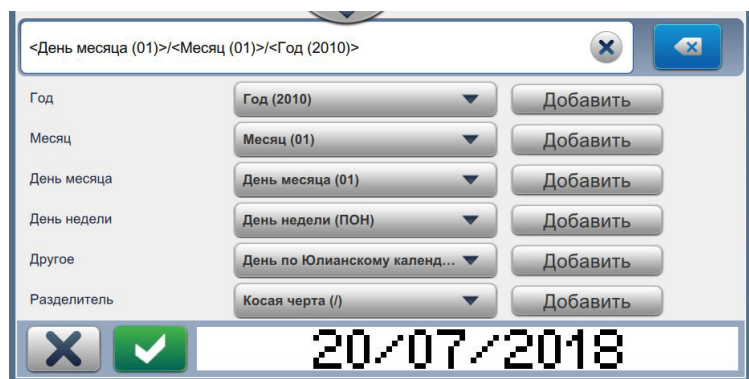
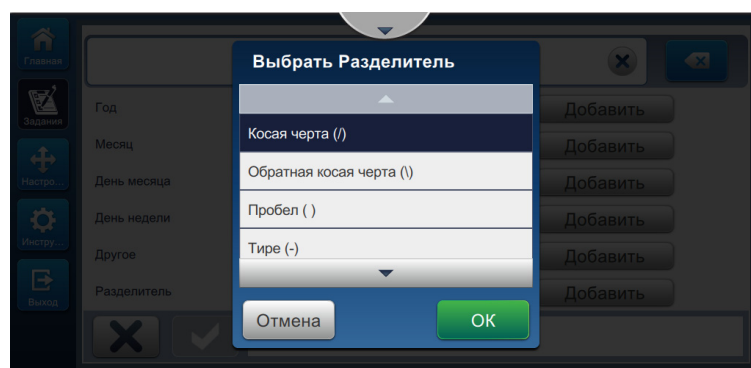

Рис. 5-10: Экран настройки даты
Рис. 5-11: Экран настройки разделителя даты
- Выберите необходимый формат из списка вариантов (доступны параметры «Год», «Месяц», «День месяца», «День недели», «Другое» и «Разделитель»), как показано на Рис. 5-10. Каждый из этих форматов имеет несколько вариантов оформления, которые можно выбрать из раскрывающегося списка. Пример показан на Рис. 5-11.
- Выбрав необходимый формат, нажмите кнопку **Добавить**, чтобы перейти к настройке формата даты. Отобразится созданный формат даты, как показано на Рис. 5-10.